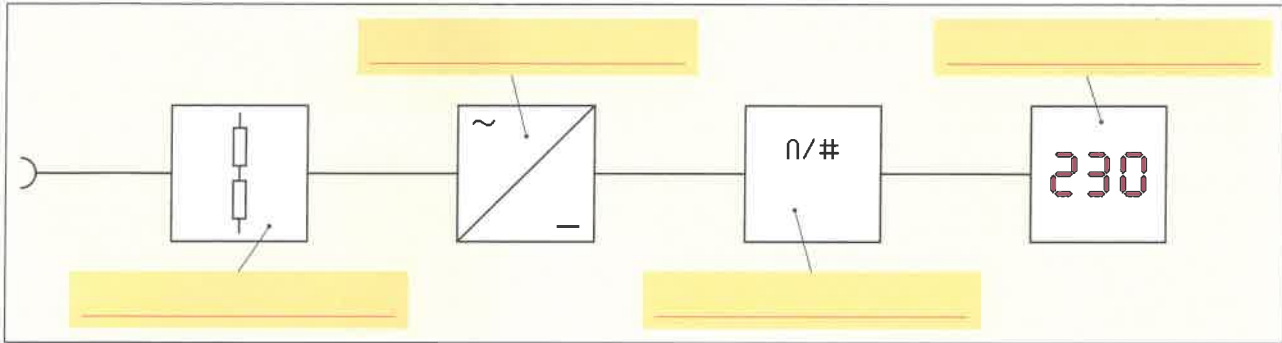

Bild 1: Blockschaltbild eines digitalen Messgerätes
1. Benennen Sie beim Blockschaltbild (**Bild 1**) die Baugruppen eines digitalen Messgerätes.